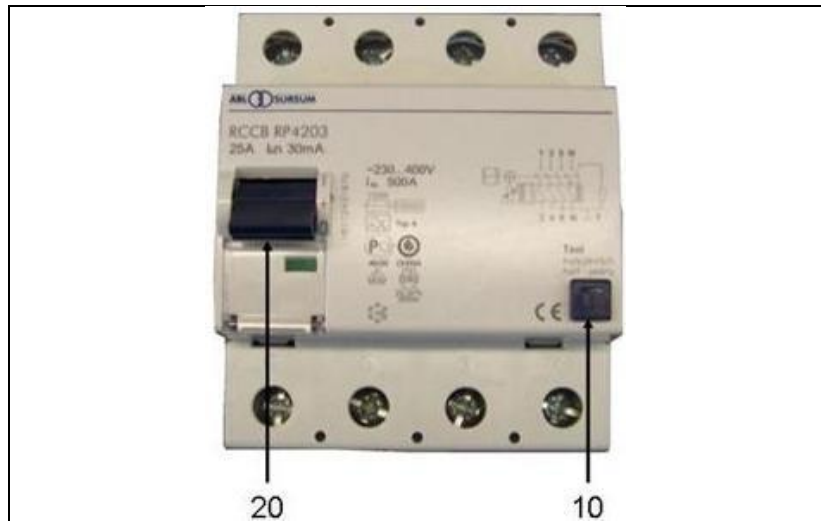

Abb. 5-1: FI-Schutzschalter
2. Zusätzlich ist durch den Benutzer arbeitstäglich durch Betätigen der Prüftaste (*siehe Abb. 5-1-(10)*) der Fehlerstrom-Schutzeinrichtung (RCD) die mechanische Funktion der Auslösung zu prüfen.
2. Schutzschalter (siehe Abb. 5-1-(20)) in Pos-1 bringen.
3. Testschalter (siehe Abb. 5-1-(10)) betätigen.
Die Position des Schalters (siehe Abb. 5-1-(20)) zeigt das Ergebnis an: